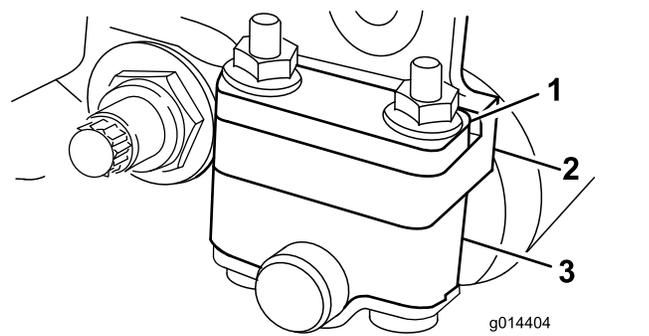
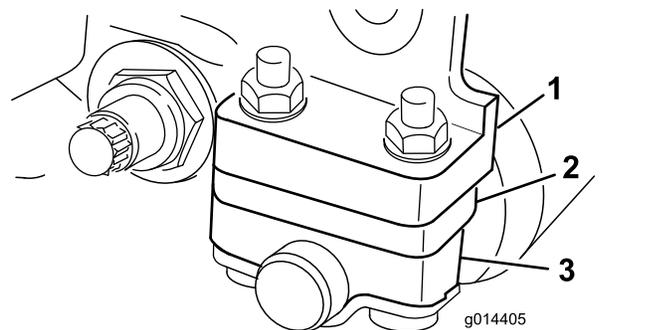

図 15
図 16
使用する刈高によって、後ローラブラケットの取り付け位置を低位置または高位置 図 15 または 図 16 から選択する必要があります。
- 刈高 1.5-6 mm の場合 図 15 のように、スペーサをサイドプレート取り付けフランジの上にセット出荷時の設定する。
- 刈高範囲が 3-25 mm の場合は、図 16 のように、スペーサを取り付けフランジの下にセットする。
4. 必要に応じてスペーサを、ローラブラケットの上または下にする 図 15 または 図 16。